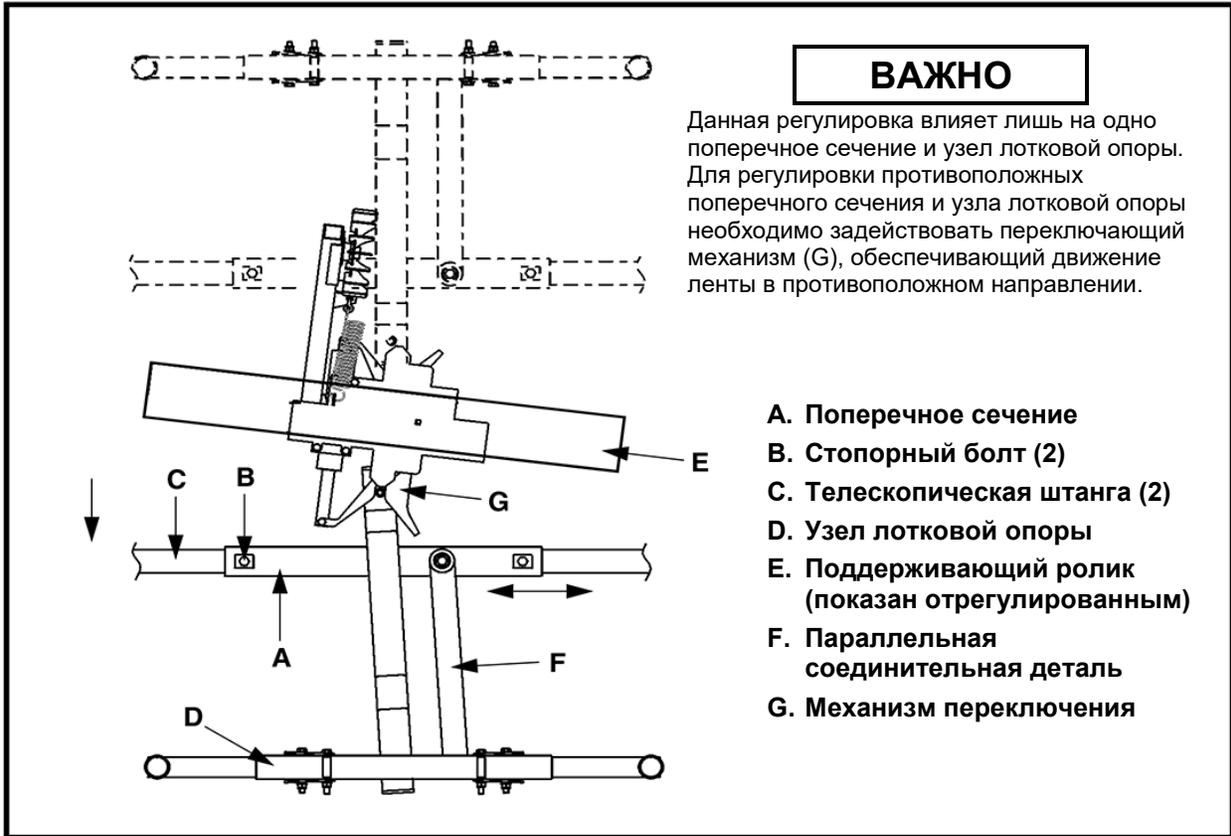

Рис. 18. Наладка системы центровки Martin® Tracker™ Reversing
7. См. рис. 18. При необходимости отрегулируйте поперечное сечение (A) для точной центровки ленты:
- а) ослабьте стопорные болты (B), фиксирующие поперечное сечение телескопических штанг (C);
- б) при необходимости сдвиньте поперечное сечение телескопических штанг в том направлении, в котором лента должна перемещаться, для правильной регулировки узла лотковой опоры (D) и поддерживающего ролика (E) (параллельная соединительная деталь (F) переместит узел лотковой опоры).